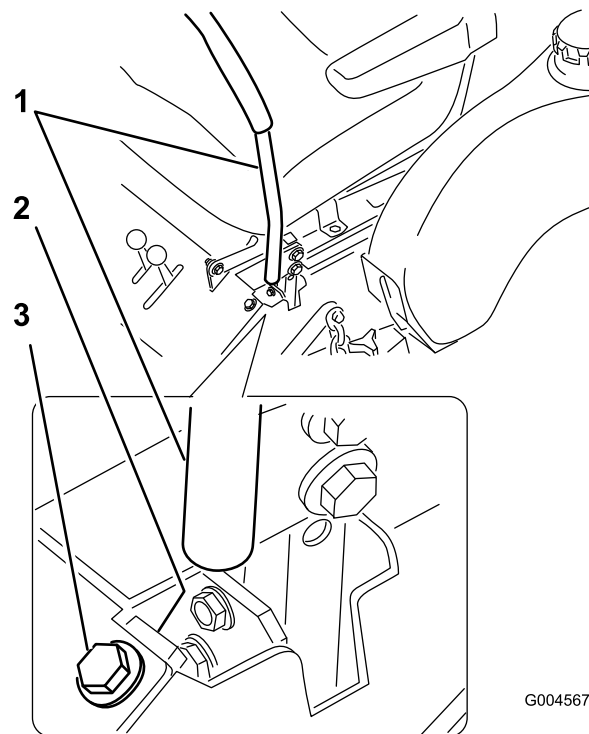

Figure 48
3. Déplacez la butée jusqu'à ce que la machine roule en ligne droite (Figure 48).
4. Serrez le boulon situé devant le levier de commande (Figure 48).